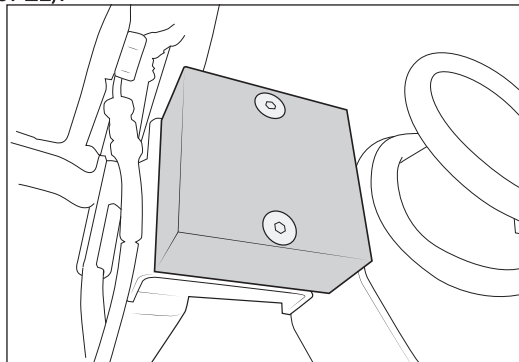

Abbildung 21
15. Installiere die hinteren, unteren Achsanschlagsverlängerungen auf den Achsblock. Senkkopfschrauben M10 durch Distanzstücke und vorhandene Bohrungen im Achsblock führen. Die Flanschmutter an der Unterseite der Achsauflagen anbringen. Festziehen, bis es zu leichten Verformung des Materials an der Oberseite der Löcher in den Distanzblöcken kommt. (Abb. 21).